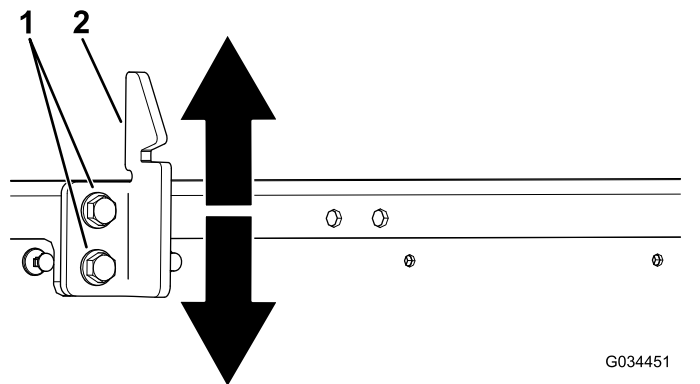

Figure 67
3. Desserrez les 2 boulons sur la gâche du loquet et montez ou descendez la gâche selon qu'elle est trop haute ou trop basse (Figure 67).
4. Serrez les 2 boulons de la gâche du loquet du plateau (Figure 67).